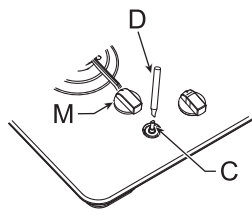

Fig. 10
2. Retire las perillas de control (M) (Fig. 10).
3. Introduzca un destornillador pequeño (D) (Fig. 10) en el orificio situado en la parte superior de la válvula (C) y haga girar el tornillo de regulación hacia la izquierda o derecha hasta que las flamas del quemador queden reguladas convenientemente en la posición de mínimo.
5. Reinstale las perillas de control (M).